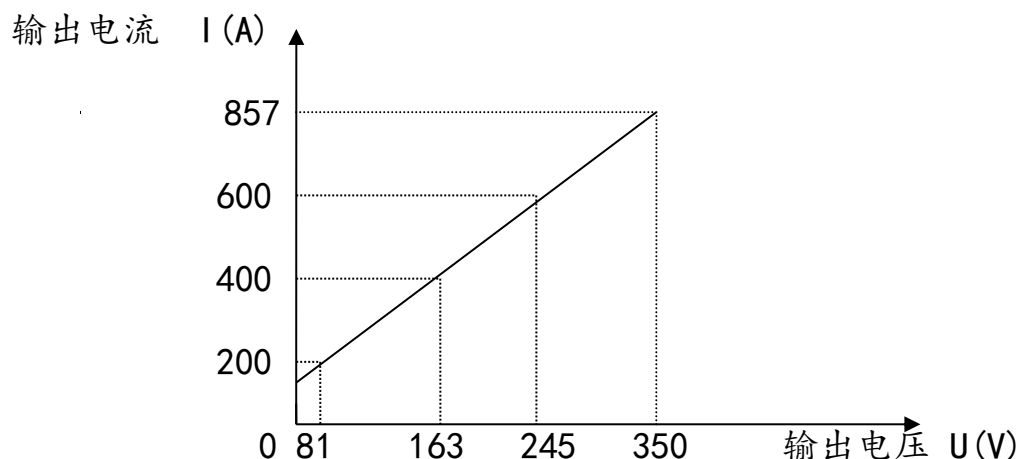

图 10 SN5580-300 变频电源装置负载能力曲线
- 在变频电源装置空载升压正常后，将变频柜输出端接至中间升压变压器。请严格按照图 10 的负载能力曲线来确定负载，至于中间变压器变比选定应根据不同的试验条件由计算确定；
将散热板抽出，用晶体管测试仪对每块功放板进行耐压测试。功放板的布局如图 10、11 所示。有二种情况：一种耐压为零，一种耐压较低但不为零对于前故障可用万用表查找一只表笔接集电极(c)，另一只表笔分到接触每只三极管发射极，正常的三极管阻值约为 $3\sim 5\Omega$ ，当触及每只三极管发射极(e)时阻值为零（或 1Ω 左右），则该三极管已损坏。需将其拆除更换。如发现耐压低的功放板，只需逐排焊开发射极和基极，确定故障出于某一排后，再逐一焊开每只管子查找，直至查出不合格的三极管为止。